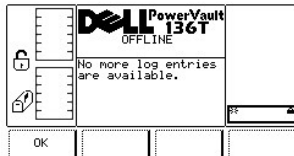

Abbildung 28. Dialogfeld "Status" > "Logs" > "Drive Log"
- 1 Wenn die Taste unter dem Softkey **OK** gedrückt wird, werden die Laufwerksparameter übernommen, und das Dialogfeld "Drive Log" wird angezeigt (siehe Abbildung 28).